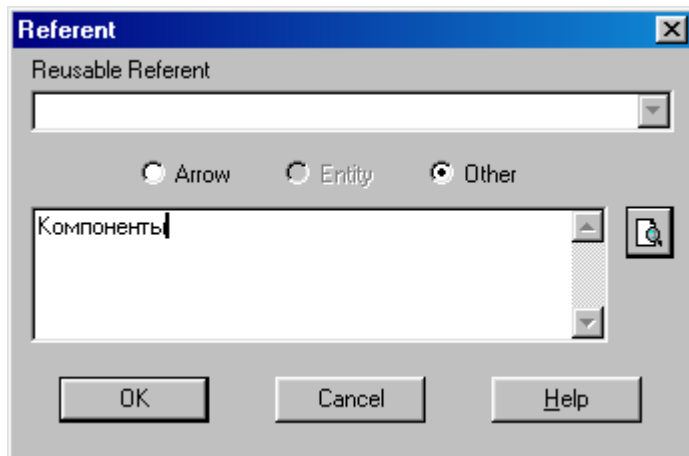

Рисунок 6.8 – Создание объекта ссылки
- С помощью кнопки  палитры инструментов создайте объект ссылки. Внесите имя объекта внешней ссылки " **Компоненты**" (рисунок 6.8).